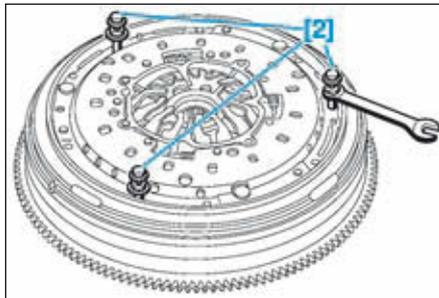

FIG.3
- Remplacer les vis par l'outillage de maintien du mécanisme [2] (Fig.3).